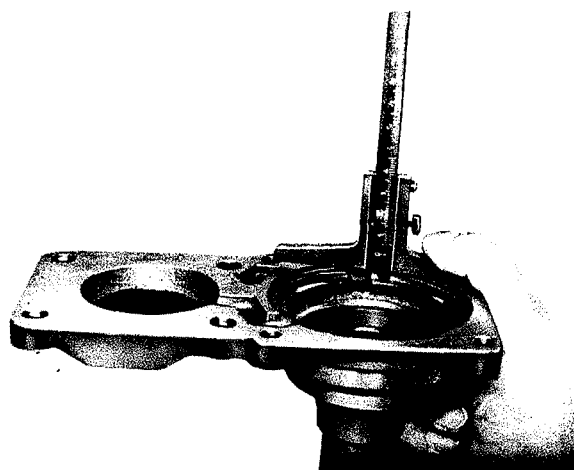

Fig. 57
3. Mesurer la profondeur de l'évidement tourné correspondant dans la bride du palier (palier de guidage) (fig. 57).